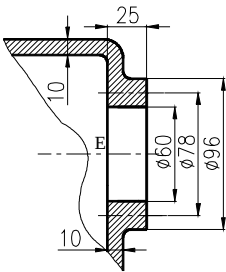
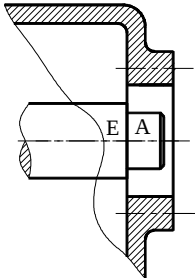

图 6-1-17
图 6-1-18
首先绘制如图 6-1-17 所示的箱体，然后插入各配件组成箱体的装配图，其操作步骤如下：
- STEP 01 使用直线绘制箱体，然后倒圆角并填充图案，步骤忽略。效果如图 6-1-17 所示。
- STEP 02 在图 6-1-17 中插入上面画好的轴块，并把它移动到相应的位置。具体操作如下：
..... // 按如图 6-1-17 所示尺寸绘制箱体，并填充剖面线
捕捉图 6-1-17 点 E, 效果如图 6-1-18 所示
指定基点或位移: // 捕捉图 6-1-17 点 E